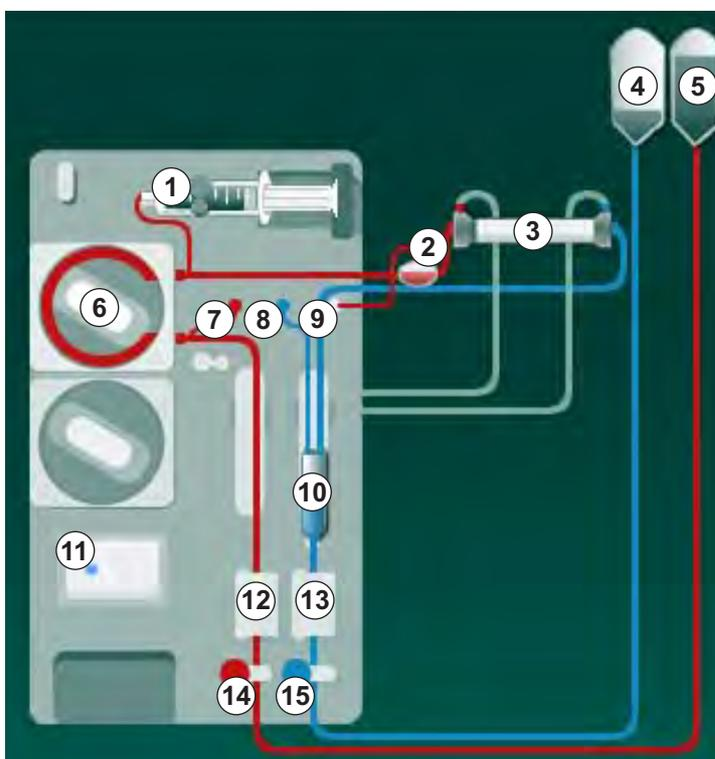

Abb. 5-8 Einlegen des Blutschlauchsystems für das Vorbereiten mit Beuteln
- ### 2. Dialysatorkupplungen von der Spülbrücke abnehmen und am Dialysator (Abb. 5-8 Einlegen des Blutschlauchsystems für das Vorbereiten mit Beuteln (97), ③) anschließen, wenn das Gerät dazu auffordert. Farbcodierung beachten: